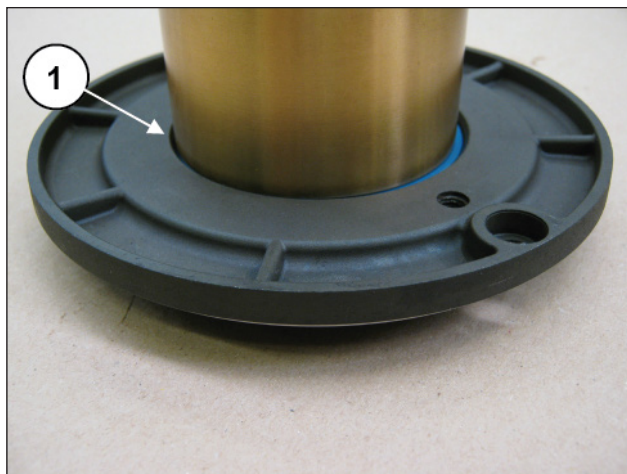

Fig. 137
Posicione o anel circular no local da cobertura da vedação do óleo (pos. ①, Fig. 137) insira o grupo montado no cárter dianteiro no local adequado, certificando-se que a cobertura entre completamente no local (Fig. 138).